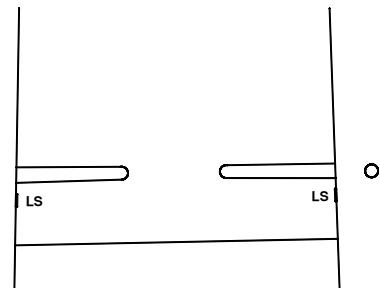

Abb. 5
- Bei Standardpapier U.S. 8 1/2" X 11" schieben Sie beide Papierführungen so ein, dass deren Innenkanten mit den geraden Markierungen auf dem Zufuhrtisch mit der Bezeichnung LS in einer Linie sind (siehe Abb. 5 für die Markierung). Bei A4 Papier richten Sie die Außenkanten der Papierführungen mit den geraden Markierungen mit der Bezeichnung A4 aus. Ziehen Sie beide Schraubzwingen an. (Beachte: Ziehen Sie die Schraubzwingen nicht zu stark an).